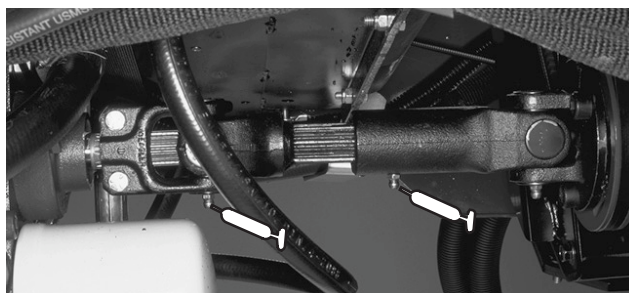
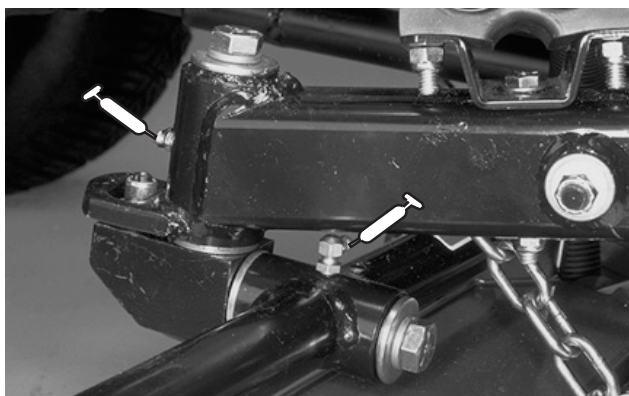

図 38
図 39
エンジンの駆動シャフト (3) (図38)；カuttingユニットのキャリア・フレームとピボット (各2) (図39)；昇降アームのピボット (5)；駆動シャフトのクラッチ (1) (図40)；後アクスルのタイ・ロッド (2)；ステアリング・シリンダのボール・ジョイント (2)；アクスルのステアリング・ピボット (2)；後アクスルのピボット (1) (図41)；トランスミッション部の走行コントロール・リンク (1) 駆動シャフトのサポートのベアリング (1)；後アクスルの駆動シャフト (3) (図42)；ブレーキ・ペダル (1) (図43)；昇降シリンダ (5) (図44)；ファンのシャフト (図45)。